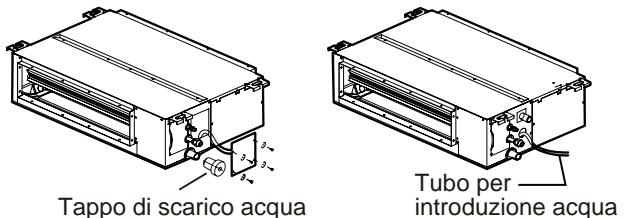

Fig. 5.5
4. Aprire il tappo per l'esecuzione del Test, e continuare ad aggiungere acqua (la Fig. 5.5 mostra l'ingresso dell'acqua), fino a quando scatta l'allarme per livello eccessivo d'acqua. Dopo 3 minuti, se il livello dell'acqua non scende al di sotto del livello massimo, il funzionamento dell'Unità si arresta. A questo punto, scollegare l'Unità dall'alimentazione elettrica e drenare l'acqua accumulata prima di riavviare l'Unità.